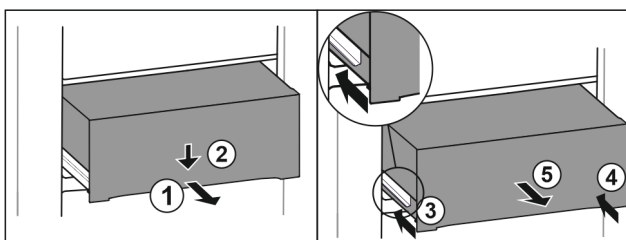

Fig. 91
- ▶ Tirer le tiroir jusqu'à mi-chemin. Fig. 91 (1)
- ▶ Appuyer sur l'avant du tiroir vers le bas. Fig. 91 (2)
- ▶ Insérer le rail gauche d'env. 2 cm. Fig. 91 (3)
- ▶ Insérer le rail droit d'env. 2 cm. Fig. 91 (4)
- ▶ Retirer le tiroir par l'avant. Fig. 91 (5)